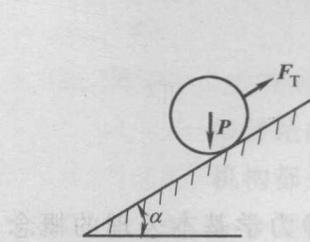

图 1-1
- (1) 图 1-1 所示的均质圆球放在光滑的斜面上，斜面的倾角  $\alpha = 45^\circ$ ，圆球重  $P = 10\text{kN}$ ，受一与斜面平行的拉力  $F_T$  作用而平衡，则斜面对圆球的约束反力的大小为 ( )。